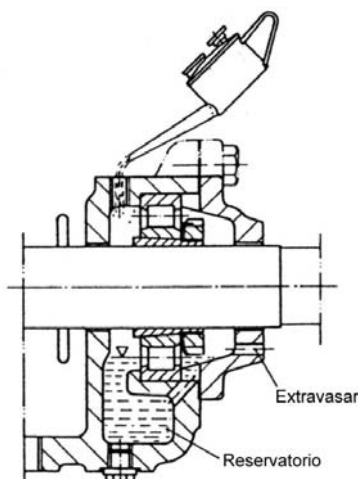

Figura 20 – Colocação de óleo no mancal
- b) completar com óleo através do furo da parte superior, até que vaze pelo extravasor da tampa do mancal. Vide Figura 20;